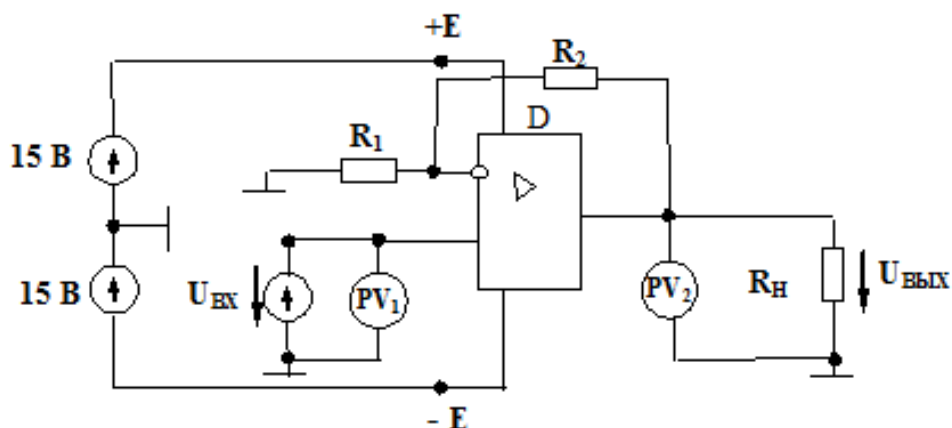

Рисунок 12.3 - Схема для экспериментального исследования, не инвертирующего усилитель на ОУ
12.2.4 Собрать схему не инвертирующего усилителя (рисунок 12.3), подключив вход ее к выходу регулируемого генератора постоянных напряжений, блока генераторов напряжений.